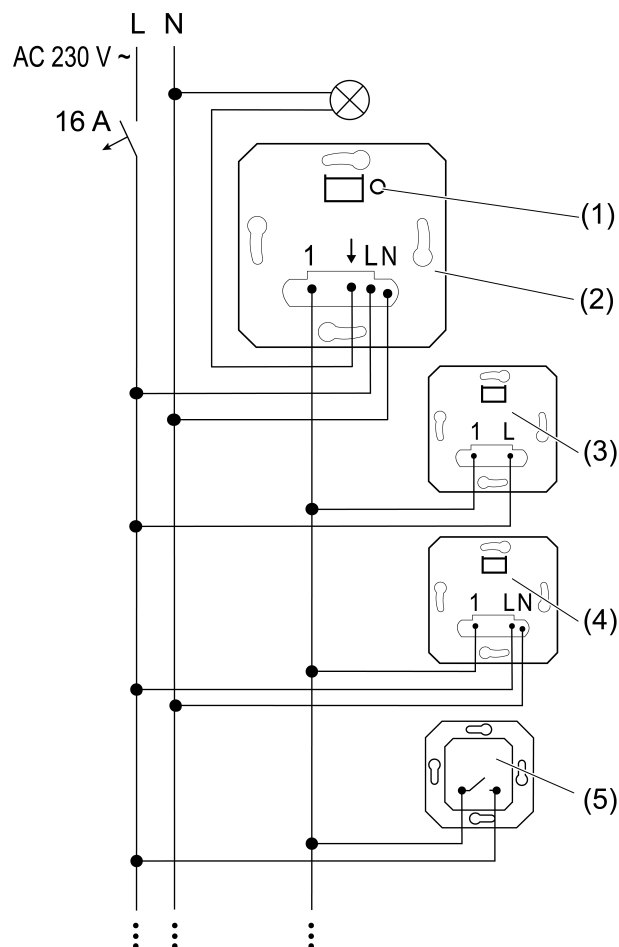
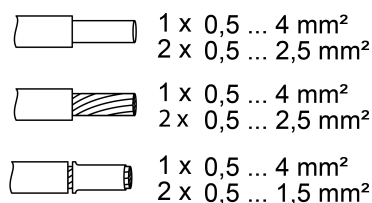

Bild 1: Anschlussplan mit optionalen Nebenstellen
Bild 2: Klemmbarer Leitungsquerschnitt
- Schalteinheit (2) gemäß Anschlussplan anschließen (Bild 1). Dabei klemmbare Leitungsquerschnitte beachten (Bild 2).
- 2-Draht-Nebenstelle (3), 3-Draht-Nebenstelle (4) und Taster, Schließerkontakt (5) anschließen, optional.
- ❗ Durch kurze Betätigung der Taste **TEST** (1) kann die Last geschaltet werden.